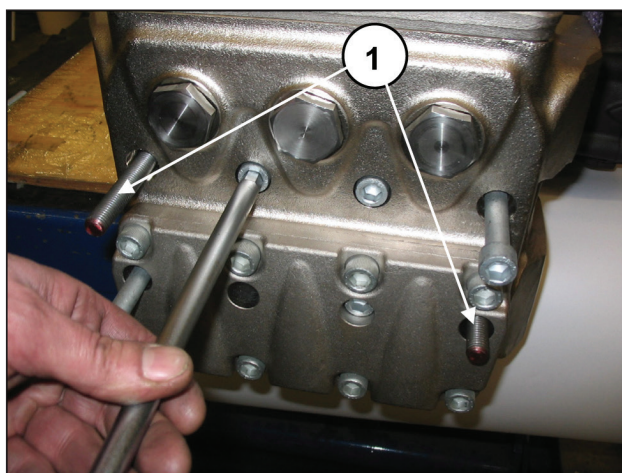

图42
- 拧松两个外部M12x160泵头固定螺栓，然后用两个M12螺纹杆(图42，部件号①)替换它们，以免损坏活塞，然后拆除其余螺栓。